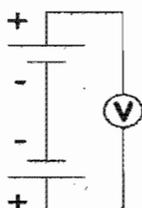

Figura 3.24
m) Conecte las pilas como se indica en la figura 3.24 y 3.25 (conexión serie sustractivo), mida y anote en la tabla 3.23 el voltaje total entre terminales.